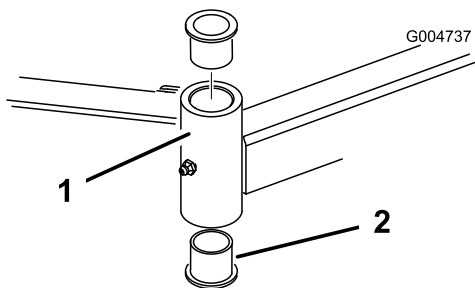

Рисунок 31
4. Вставьте выколотку сверху или снизу монтажной трубы и выбейте втулку из трубы (Рисунок 31). Выбейте также из трубы другую втулку. Очистите от грязи внутреннюю поверхность трубы.